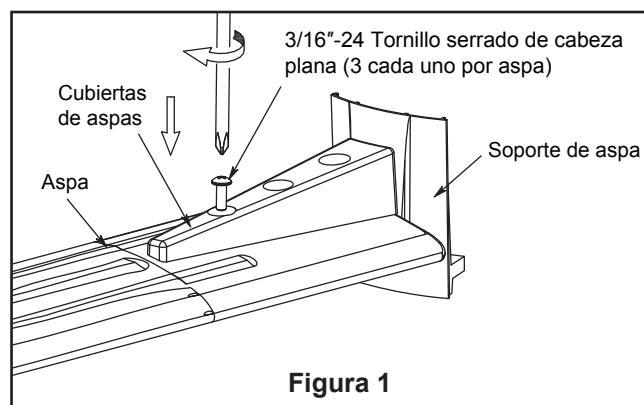

Figura 1
- ☐ 1. Instale la cubierta rotando la ranura clave en la cubierta sobre el tornillo de hombro del soporte del gancho, teniendo cuidado de no pillar los cables. Fije el tornillo de hombro. Instale adecuadamente y fije el segundo tornillo de hombro que fue anteriormente guardado. (Figura 1)
1. Apoye el lado liso del soporte de aspas sobre una superficie plana, con la parte interior del soporte mirando hacia arriba. Este es el lado que tiene los pilotes roscados y la base inclinada. Coloque las aspas sobre sus soportes con los postes roscados que se muestran. Asegúrese de que el borde inferior del aspa esté completamente asentado sobre el brazo del aspa. Coloque la cubierta del soporte de aspas sobre el aspa, y alinee los orificios sobre los pilotes roscados. Con un destornillador Phillips, enrosque ambos tornillos en los pilotes pero no los ajuste por completo. Antes de ajustarlos por completo, alinee la línea central del soporte de aspas con el centro del extremo del aspa. Ajuste ambos tornillos para asegurar el aspa. (Figura 1)
- ☐ 1. Extraiga los seis tornillos del soporte ubicado en la parte inferior de la unidad del motor. Instale la unidad de la placa de luz en al soporte utilizando los tornillos retirados previamente. (Figura 1)